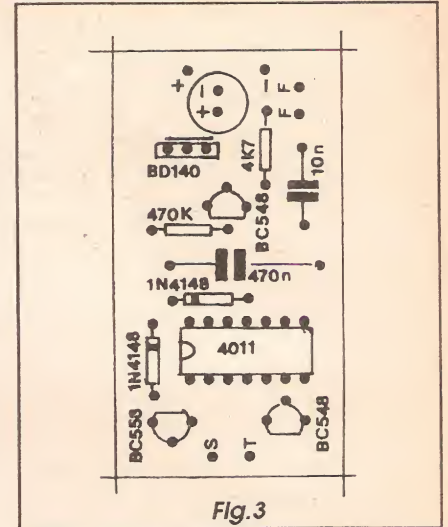

Fig. 3
- FIG. 3 - CHAPEADO DA MONTAGEM - O leitor *macaco velho* já sabe disso, mas aos iniciantes explicamos que o termo *chapeado* indica a visão de uma montagem (em APE sempre em tamanho natural, assim como ocorre com o *lay out* do impresso...) com interpretações e estilizações bastante claras de cada um dos componentes, seus códigos, polaridades de terminais, identificação de *pernas*, valores e outros detalhes importantes, distribuídos sobre a face *não cobreada* do impresso... A propósito, nas montagens publicadas em APE, é que resultam em KITS (oferecidos com exclusividade pela permissionária EMARK ELETRÔNICA - ver anúncio em outra parte da presente Revista...), o adquirente já recebe a sua plaquinha pronta, furada, e com toda a demarcação do *chapeado* (igualzinho ao da figura mostrada na Revista) feita em *silk screen* sobre a face não cobreada do impresso, o que facilita enormemente a montagem, principalmente pelos leitores ainda *começantes* no fantástico hobby eletrônico...! De qualquer modo, basta seguir a ilustração, identificando (o TABELÃO APE também pode ajudar, nesse estágio da montagem...) cada peça com precisão, e referenciado a sua inserção à placa pelo diagrama... Algumas das peças são *polarizadas*, não podendo ser ligadas invertidas... É o caso do integrado (posição referenciada pela extremidade marcada),
- FIG. 4 - CONEXÕES EXTERNAS À PLACA - Terminada a fase correspondente ao diagrama da FIG. 3, o leitor/hobbysta deve providenciar as ligações periféricas ao impresso, guiando-se pela FIG. 4, que mostra a paquinha ainda pelo seu lado não cobreado... Observar que o alto-falante tem seus terminais ligados aos pontos F-F da placa, via pedaços de cabinho isolado no necessário comprimento... A alimentação